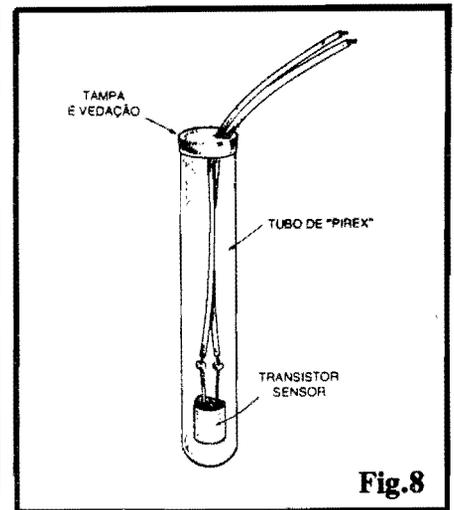

Fig.8
- FIG. 8 - PROTEÇÕES ESPECÍFICAS PARA O SENSOR, EM AMBIENTES ÚMIDOS OU EM FLUÍDOS... - Em monitorações "molhadas", nas quais o sensor de Temperatura deva trabalhar mergulhado em fluidos os mais diversos (líquidos), ou mesmo em ambientes submetidos a vapor d'água, essas coisas, será necessária uma boa vedação para o transistor de germânio, porém que também apresente duas características: seja termicamente "permeável" e termicamente resistente... Todas essas características podem ser encontradas nos tubinhos de **pirex** utilizados em laboratórios químicos (tubos de ensaio...). Notem que continua importante uma boa vedação (na "tampa" do conjunto) e perfeita isolamento interna dos terminais do transistor/sensor, de modo que o coletor e emissor não tenham como "encostar", acidentalmente, um no outro...